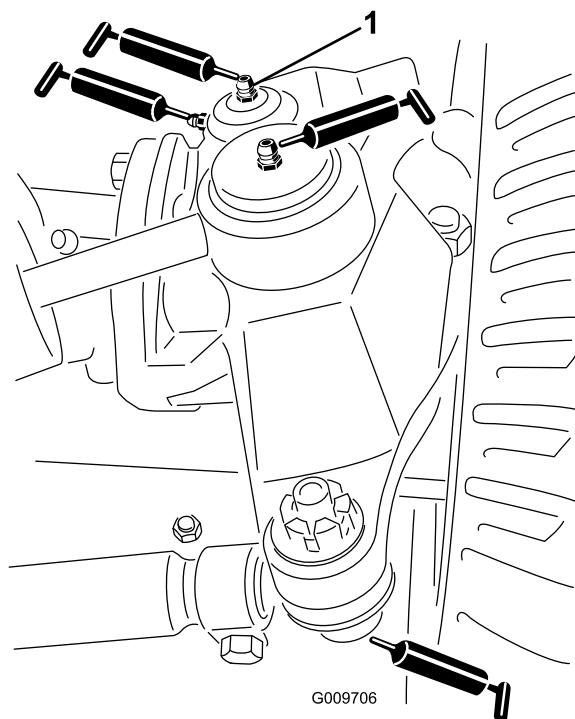

Figure 76
- Rotules de vérin de direction (2), comme montré à la Figure 76.
- Rotules de biellette de direction (2), comme montré à la Figure 76.
- Bagues de pivot de fusée (2), comme montré à la Figure 76.